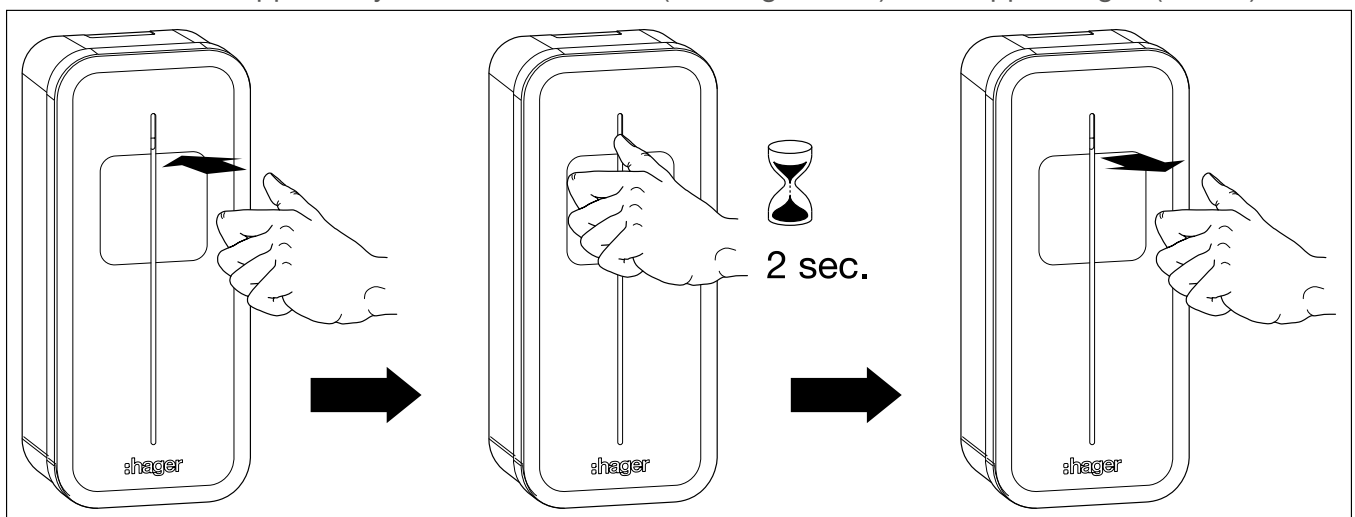

Bild 32: Accelerera laddningen på laddboxen
- Håll sensorknappen intryckt cirka 2 sekunder (beröringssensor) och släpp den igen (bild 32).